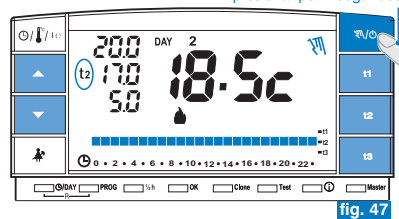

fig. 47
- Mantener presionada la tecla "M/O" (unos 4 seg.), el símbolo "M" permanecerá fijo. El nivel de temperatura actual se aplica a todas las horas del día (ej. fig. 47).